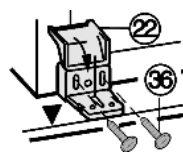

Fig. 29
- ▶ Visser la cornière en plastique Fig. 29 (22) côté poignée sur l'appareil à l'aide des vis M5 Fig. 29 (36).
- ▶ Aligner la cornière en plastique Fig. 29 (22) de manière affleurante avec le bord avant du fond du meuble.